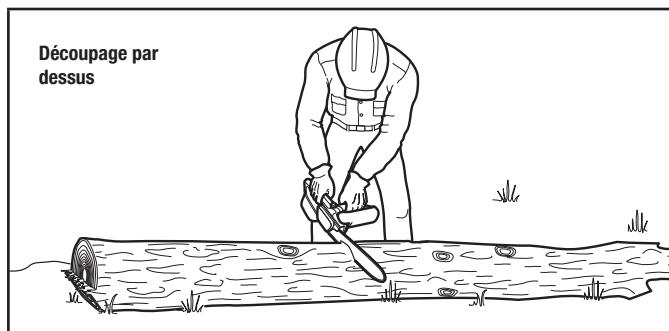

Figure 18
Lorsque les grumes sont soutenues sur toute leur longueur, faites très attention à ce que la chaîne de la scie n'entre pas en contact avec le sol ou une autre structure de soutien (Fig. 18).
1. Commencez la coupe par le haut, avec le bas de la chaîne de la scie contre le sommet de la bûche (Fig. 18).